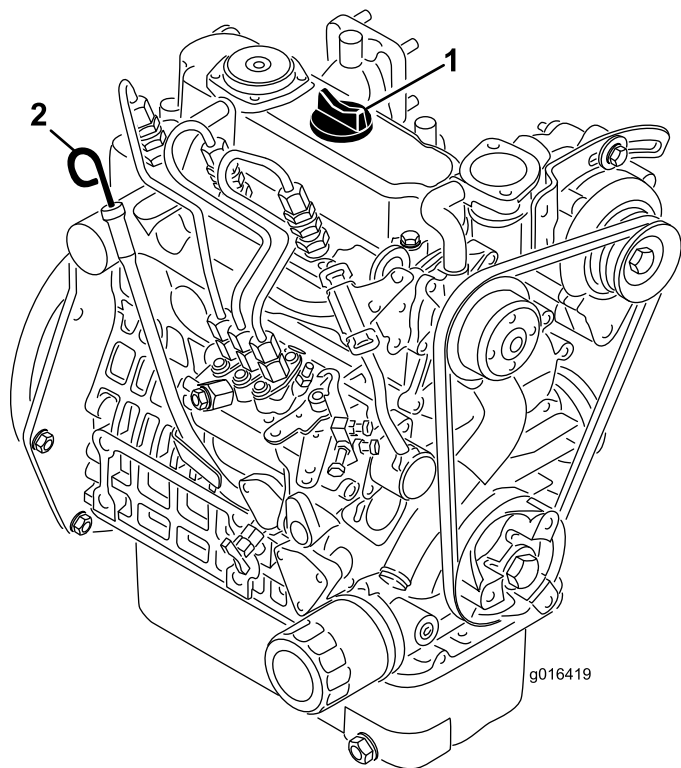

Рисунок 34
2. Выньте масломерный щуп и протрите его чистой ветошью (Рисунок 34).